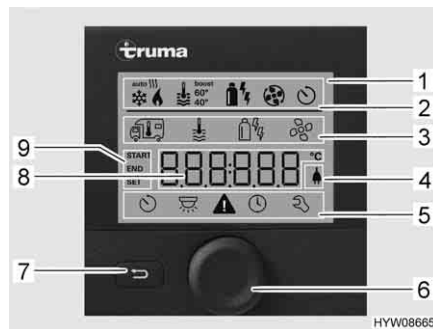

Fig. 51 Centralina di controllo con indicazioni
- Riga di stato (Fig. 51,2)
- Riga di menu in alto (Fig. 51,3)
- Area di indicazione (Fig. 51,8)
- Riga di menu in basso (Fig. 51,5)
- Ruotare la manopola/il pulsante (Fig. 51,6), finché viene visualizzato il simbolo del menu desiderato.
- Premere la manopola/il pulsante per memorizzare il valore impostato. Se il valore impostato originariamente non deve essere modificato: Premere il tasto indietro (Fig. 51,7).
- Ruotare la manopola/il pulsante (Fig. 51,6), finché il simbolo del menu del riscaldamento (Fig. 52,1) lampeggia.
- Premere la manopola/il pulsante per memorizzare il valore impostato. Il simbolo nella riga di stato lampeggia (Fig. 51,2), finché viene raggiunta la temperatura impostata. Se il valore impostato originariamente non deve essere modificato: Premere il tasto indietro (Fig. 51,7).
- Ruotare la manopola/il pulsante (Fig. 51,6), finché il simbolo del menu delle ventole (Fig. 52,4) lampeggia.
- Ruotare la manopola/il pulsante (Fig. 51,6), finché il simbolo del menu del timer (Fig. 52,6) lampeggia.